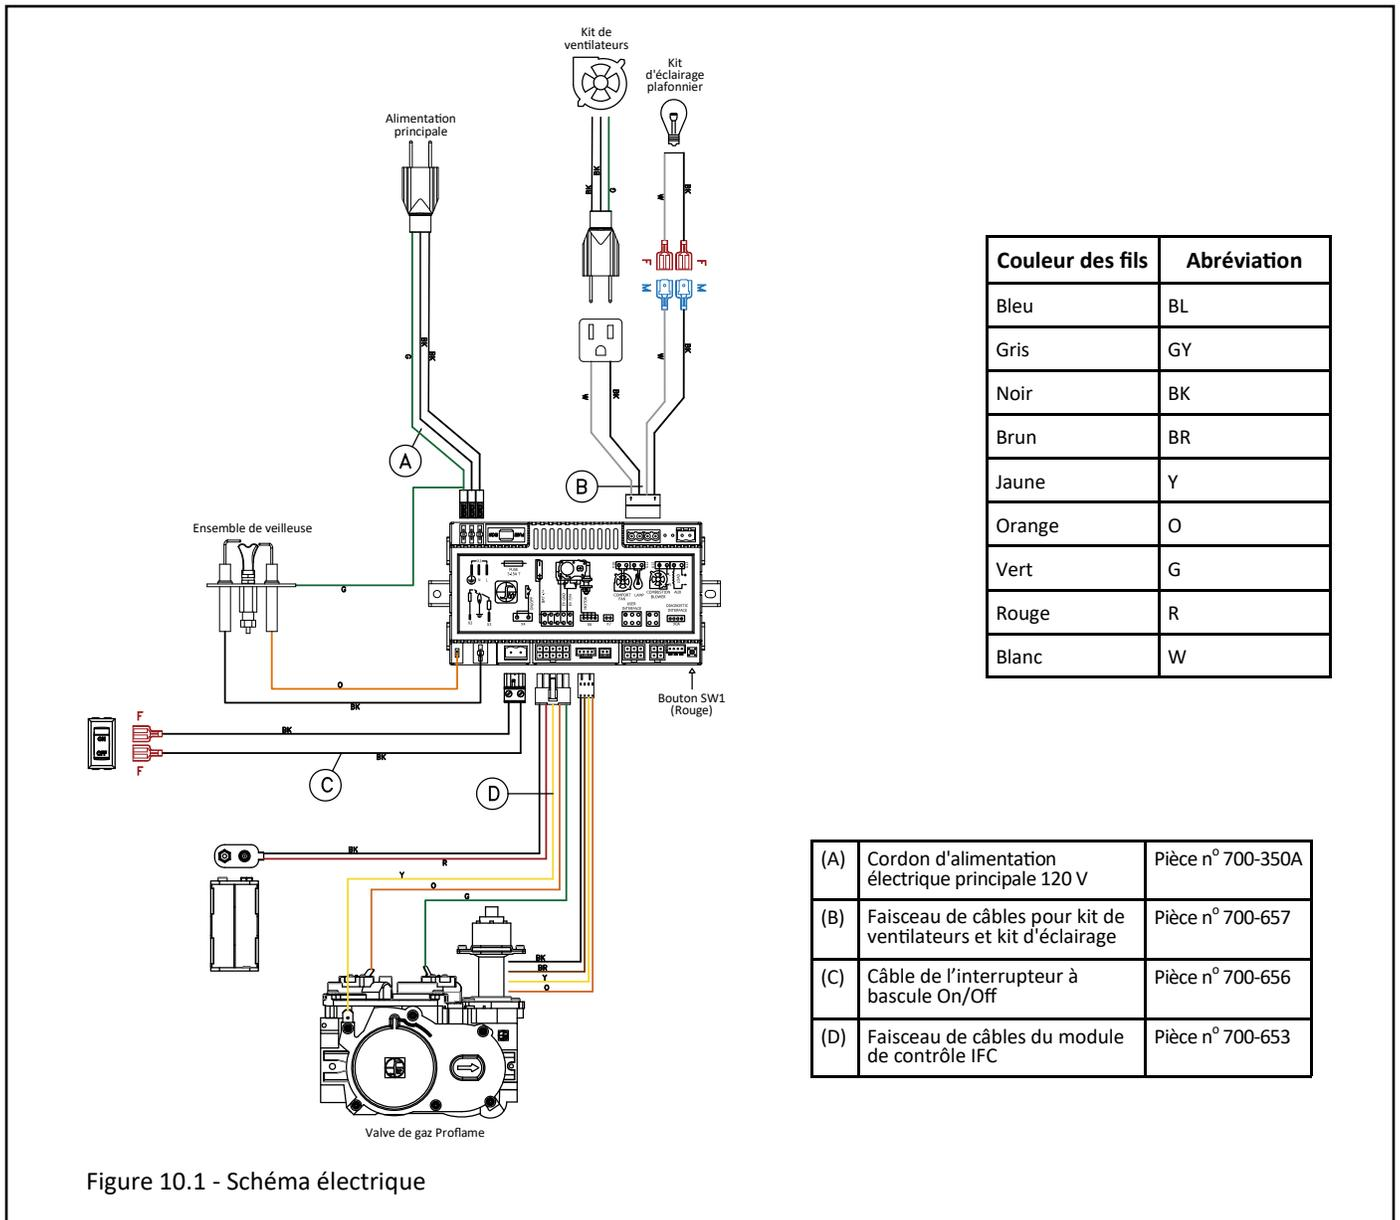

Figure 10.1 - Schéma électrique
Note : Dans la Figure 10.1, les connecteurs à fourche sont étiquetés « M » pour les connecteurs mâles et « F » pour les connecteurs femelles.
9. Branchez la fiche du cordon des ventilateurs dans la prise de courant située au module de contrôle IFC. Voir le schéma de câblage de la Figure 10.1.